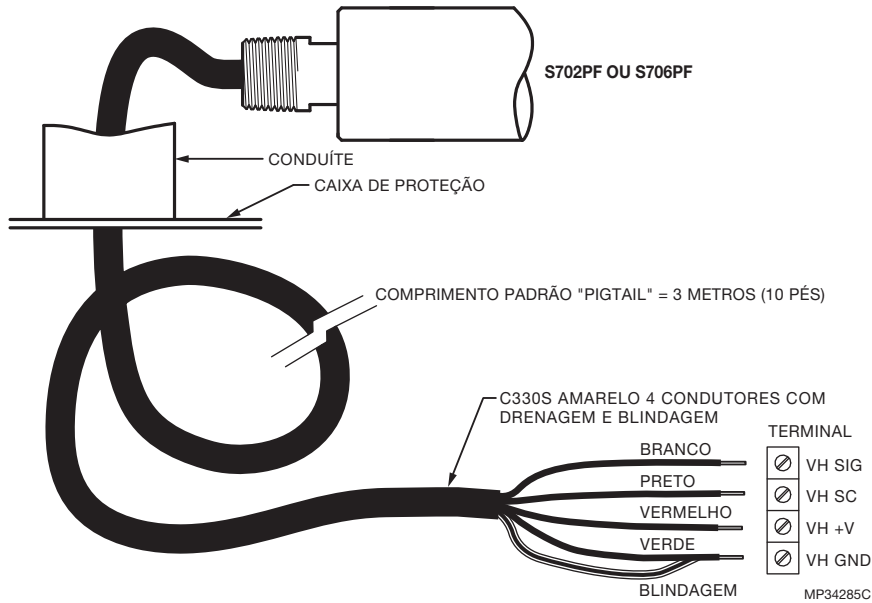
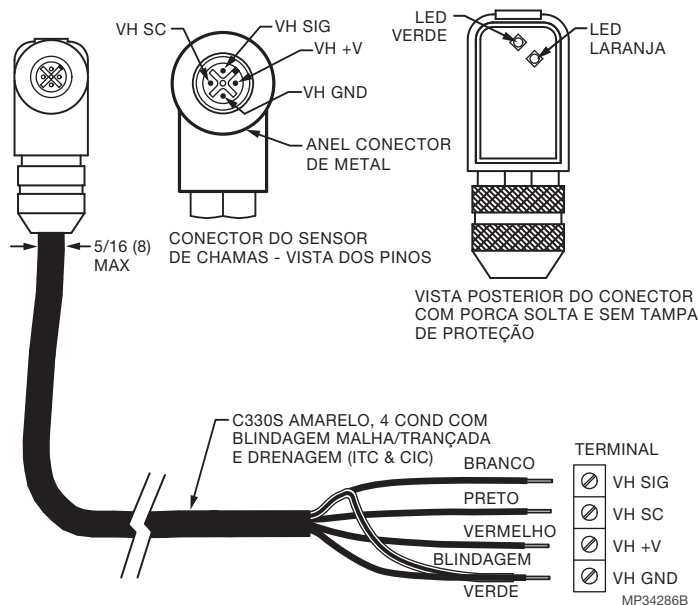
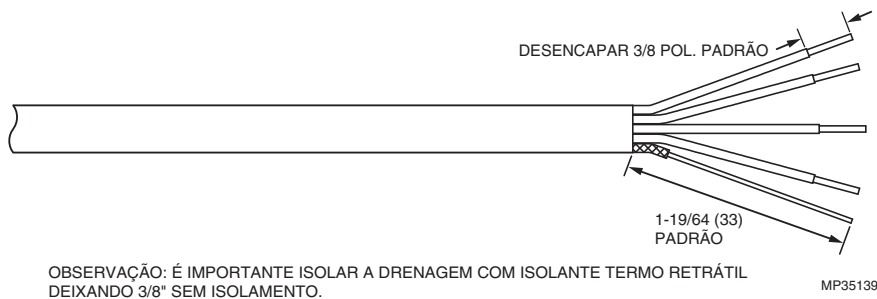

Fig. 3. Cabo do Sensor de Chama Modelo 700 com conexão NPT de 1/2 pol.
Fig. 4. Conexões do Cabo do Sensor de Chama Modelo 700/800.
Fig. 5. Preparação do Cabo da Extremidade do Processador de Sinal C330S.
Conectores e cabos estão representados nas Fig. 3, Fig. 4 e Fig. 5. A Fig. 3 mostra o cabo do sensor de chama com a conexão NPT de 1/2 pol. e o cabo pigtail para utilização num conduíte. O modelo PF vem com o cabo Honeywell C330S de 10 pés. Este cabo é recomendado para todas as novas instalações. Possui certificação ITC e CIC para local perigoso. As figuras 4 e 5 descrevem o cabo C330S usado com o conector montável de ângulo reto. Consulte "Acessórios" na página 9 para obter os números das peças.
1. Com relação à Fig. 5, descape 2 pol. de cabo para expor a blindagem trançada.
4. Desencape os outros fios, como mostrado na Fig. 5.
1. Prepare o fio C330S na extremidade do conector semelhante à fig. 5.
- a. Certifique-se de que os fios e LEDs estejam em locais apropriados como na Fig. 4.